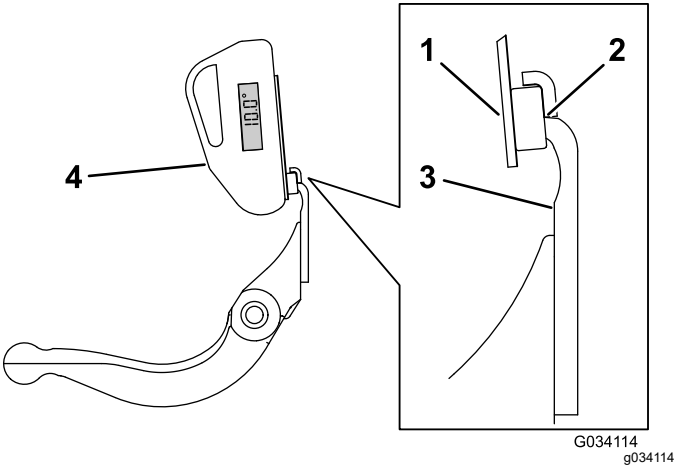

Figura 25
que a extremidade do íman coincida com a extremidade da lâmina de corte (Figura 25).
- 4. Coloque o indicador do ângulo no suporte, como se mostra na Figura 25.